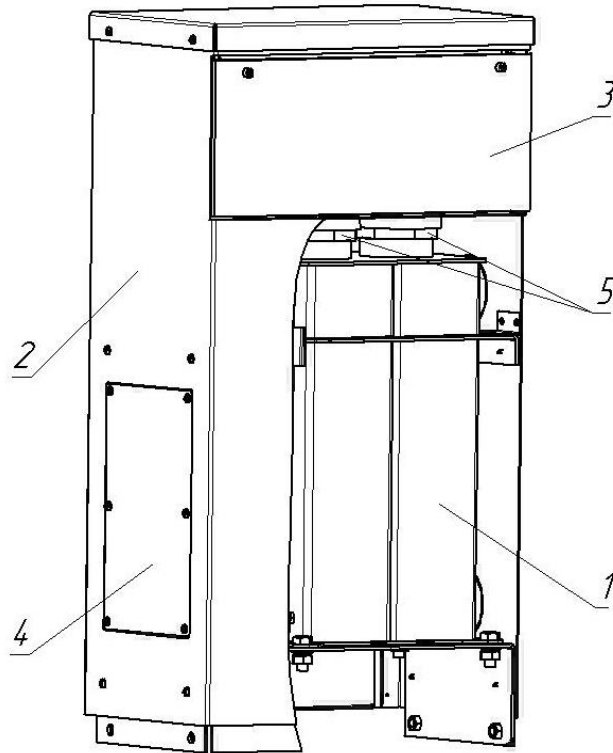

Рис. 2 Конструкция электрочла
2. Снимите фазную перемычку с вводных автоматов (см. рис.2).